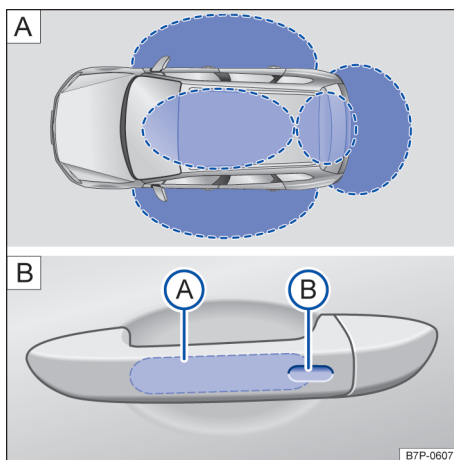

Fig. 65 Sistema de travamento e de partida Keyless Access sem chave: **A** áreas de aproximação. **B** Superfícies do sensor do travamento central.
- ◀ Sistema de travamento e partida Keyless Access sem chave permite que o veículo seja destravado e travado sem a utilização ativa da chave. Para isso, é preciso haver uma chave do veículo válida na área de aproximação do veículo → Fig. 65 **A**. Ao tocar as superfícies do sensor nas maçanetas das portas dianteiras ou ao tocar o botão na tampa do compartimento de bagagem → Página 91, o veículo e a tampa do compartimento de bagagem destrava ou trava → .
- Tocar a superfície do sensor → Fig. 65  na parte interna da maçaneta da porta do condutor ou do passageiro dianteiro.
- Tocar na superfície do sensor → Fig. 65  na parte externa da maçaneta da porta do condutor ou da porta do passageiro dianteiro *uma vez*.
Quando o veículo está travado e uma chave do veículo válida se encontra na área de aproximação → Fig. 65  da tampa do compartimento de bagagem, esta destrava automaticamente ao ser aberta através do botão da maçaneta.